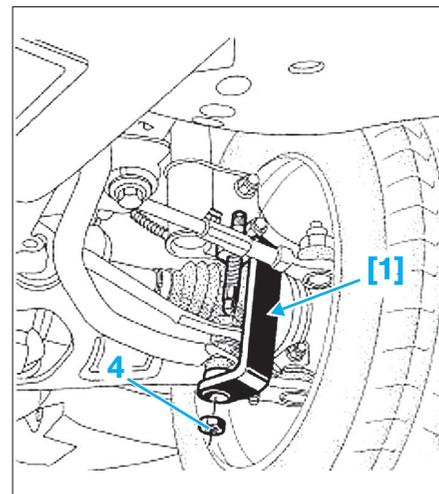

Fig. 9
- [1]. Outil de mise en place des écrous des biellettes de barre stabilisatrice (Réf. Renault : Sus 1413) (Fig.9).
- Serrer dans l'ordre, les écrous (1) puis les vis (3) de paliers centraux,
- Serrer ensuite, les écrous des biellettes (4) à l'aide de l'outil [1] (Fig.9).